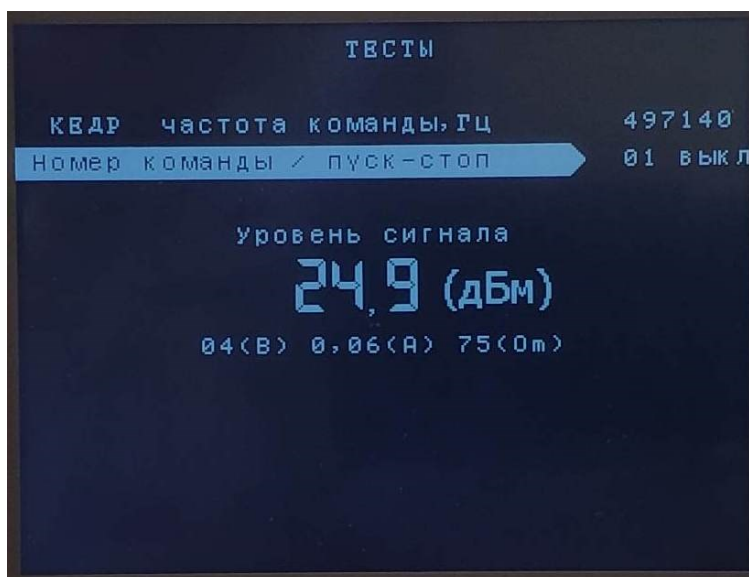

Рисунок 24 – Подраздел «Формирование команд в длит. режиме»
3.3. «Формирование команд в длит. режиме» - подраздел предназначен для тестового формирования длительных аварийных команд, а так же вывода уровня сигнала на выходе (см. рисунок 24).